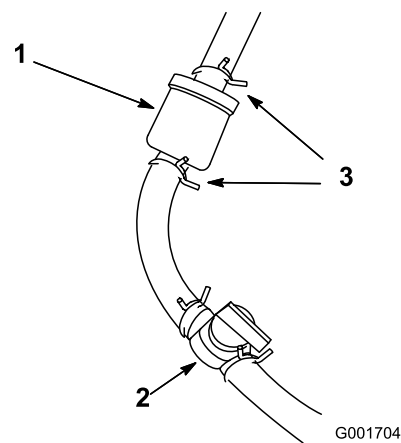

図 45
1. 燃料バルブを閉じる 図 45。
2. フィルタの下に回収容器を置き、フィルタのキャブレター側のホースクランプをゆるめて燃料ラインからフィルタを外す (図 45)。